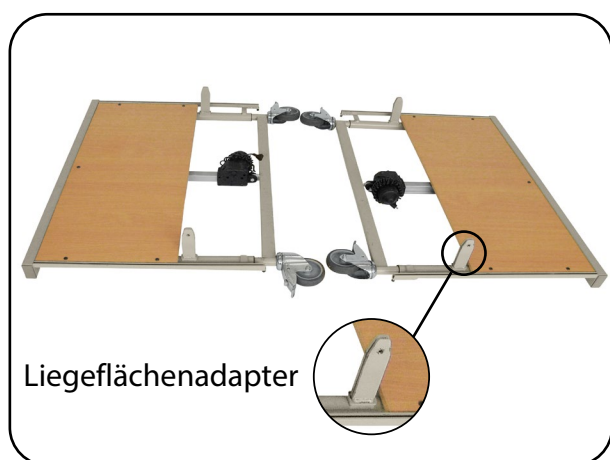

Abb. 6.1.01 - Stellteile
1. Stellen Sie die Laufrollen (siehe Kapitel Bedienung Abschnitt **Laufrollen**) parallel zum Stellteil fest und legen Sie die Stellteile mit den Liegeflächenadaptern nach oben flach auf den Boden (Abb. 6.1.01).